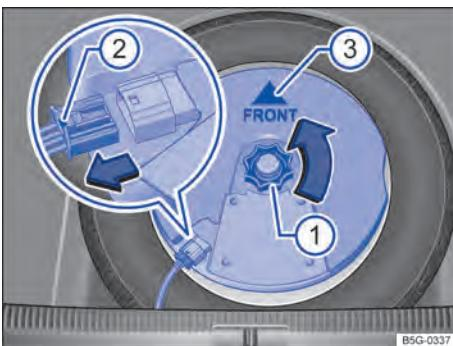

Fig. 214 No compartimento de bagagem: remover o subwoofer (variante 2).
- Desrosquear o manípulo → Fig. 214 ① no sentido anti-horário (seta).
- Para destravar o conector, pressionar o travamento a extremidade do conector ②.
- Colocar o subwoofer cuidadosamente no caixa do aro. A ponta do símbolo da seta "FRONT" ⇒ Fig. 214 ③ deve indicar para frente no subwoofer.
- Inserir o conector até que o travamento ② se trave de maneira audível.
- Girar o manípulo ① no pino rosqueável no sentido anti-horário até que o subwoofer fique preso com segurança.